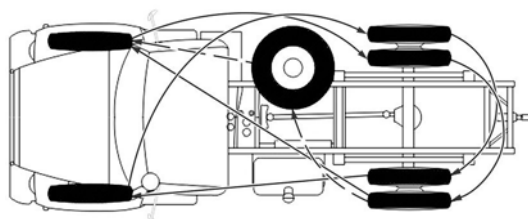

Рис. 9.10. Схема перестановки шин
- перестановку шин (рис. 9.10) следует производить по необходимости.